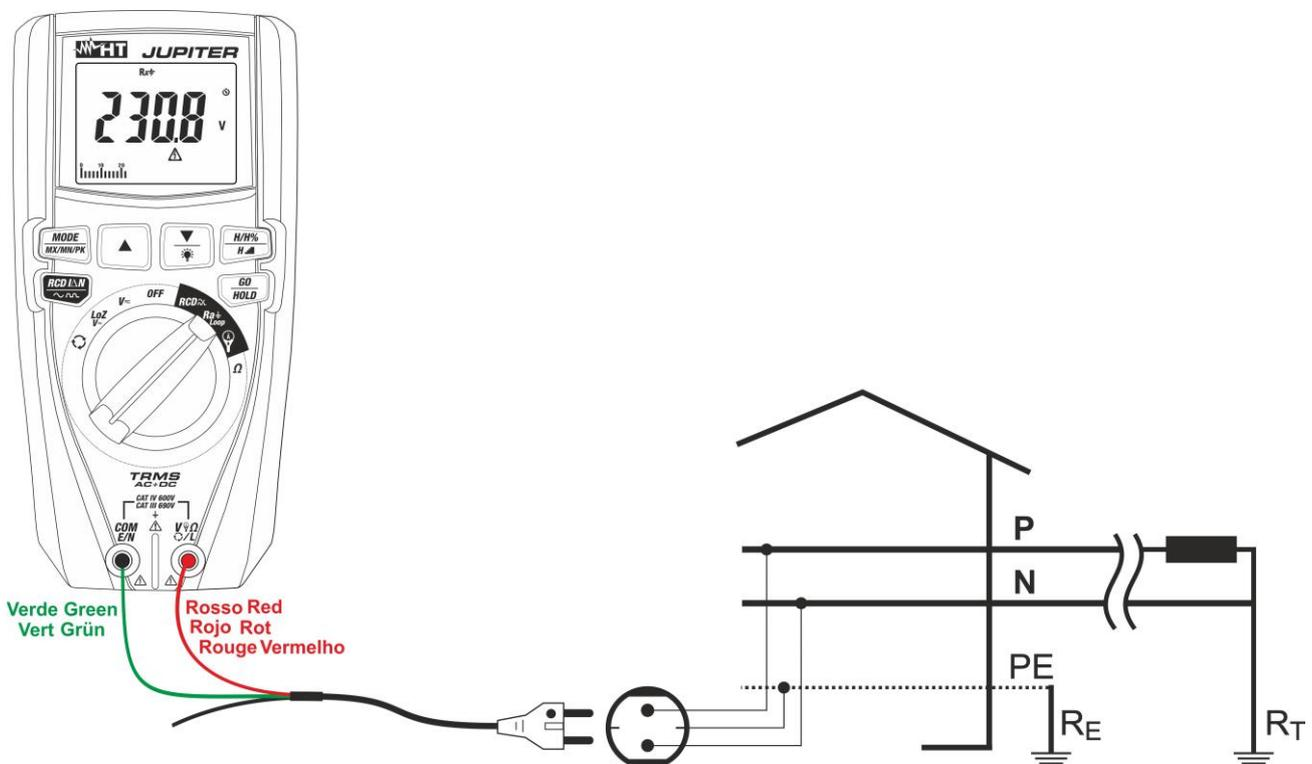

Fig. 23: Uso dello strumento per misura impedenza Loop L-PE con cavo a spina Schuko
5. **Per misura di Loop L-PE** in caso di uso del cavo con spina shuko inserire il conduttore rosso nel terminale di ingresso **VΩ/L** e il conduttore verde nel terminale di ingresso **COM/E/N** e collegare lo strumento all’impianto in esame (vedere Fig. 23). Il valore della tensione Fase-Terra è mostrato a display